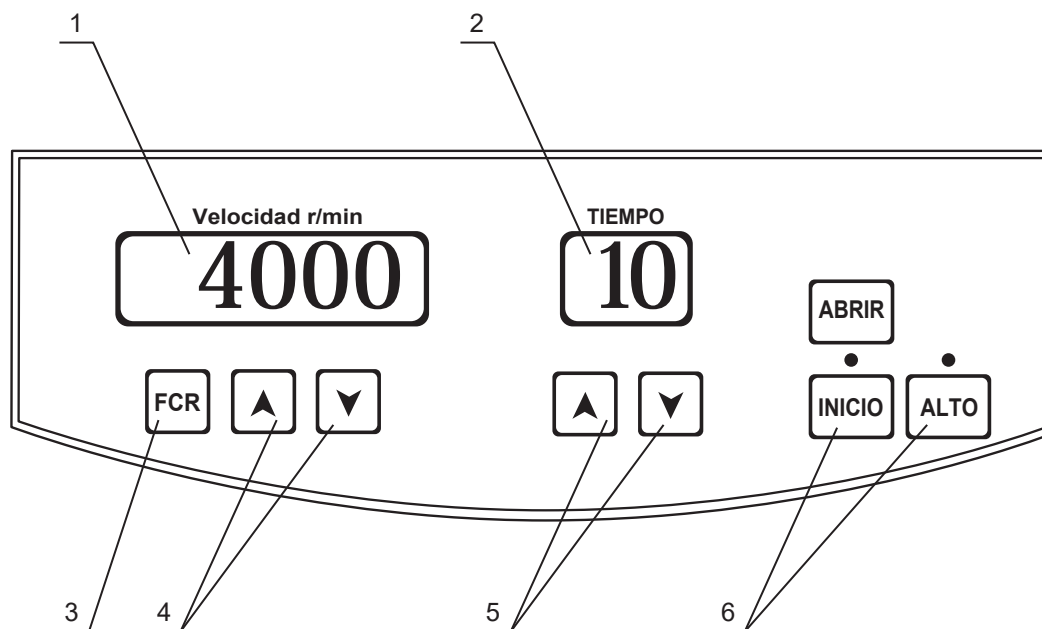

Imagen 1.
(1) Ajuste de velocidad. Como se muestra en la imagen 1, oprima el botón de velocidad en el rango de 0 rpm al 4 000 rpm máximo, oprima el botón de velocidad, para bajar la velocidad, ponga la velocidad que usted prefiera, después que parpadee por dos ocasiones la velocidad se almacenará automáticamente.
(2) Ajuste de FCR. Como se muestra en la imagen 1, oprima el botón “FCR ” hacia arriba y en la pantalla se mostrará la FCR , seleccione la FCR en un rango de 0 al máximo de FCR . Oprima el Botón FCR hacia abajo para disminuir el valor. Ponga la FCR que usted prefiera, después que parpadee el iluminar dos veces, la programación de la FCR se almacenará automáticamente.
(3) Set rotor No. Como se muestra en la imagen 1, cuándo la centrífuga esté en posición inactiva, oprima el botón  y mostrará . Esto indica que el rotor es uso es el número 07. El Rotor seleccionado debe coincidir con los últimos dos números del rotor instalado en la centrífuga. Oprima subir o bajar hasta que aparezca el número del rotor seleccionado. Después que lo ha seleccionado, el foco parpadeará por 5 segundos, entonces el número de rotor. se guardará automáticamente. (Al escoger el número de Rotor, preste atención para colocar los parámetros para ese Rotor).
(4) Set el tiempo. Como se muestra en la imagen 1, oprima el botón de tiempo  , a su elección entre 0 y 99 minutos, oprima el botón de tiempo  , el tiempo bajará, una vez programados la velocidad y tiempo de su preferencia, parpadeará dos el foco iluminado y los datos se almacenarán automáticamente.
(5) Programación de la desaceleración y aceleración. La prueba para soluciones diferentes tiene requisitos diferentes para proporción de la desaceleración y de la aceleración. Con la centrífuga apagada, oprima sostenidamente la tecla de Alto, el instrumento hará un sonido y en la pantalla el tiempo parpadeará  , oprima   en la pantalla de tiempo para seleccionar desaceleración conveniente y proporción de aceleración. Después de poner el parámetro, no es necesario oprimir ninguna otra tecla, los parámetros se almacenarán automáticamente. Después de un tiempo la pantalla mostrará el tiempo automáticamente. Se puede elegir entre un gradiente de 10 opciones (0-9), entre más grande sea el No. más rápido será la desaceleración y proporción de aceleración.